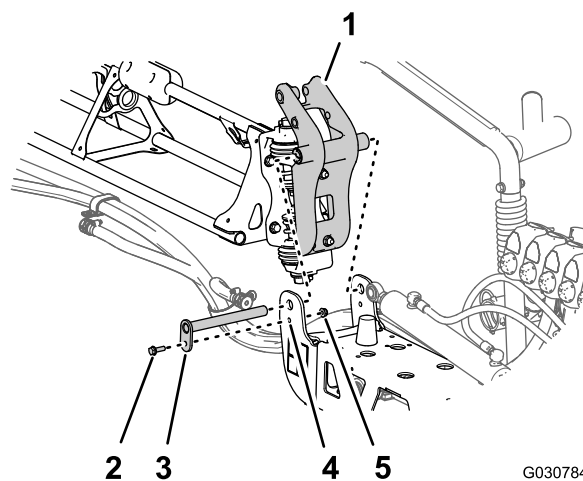

Figura 135
- Allineate le boccole nel raccordo orientabile con i fori nelle flange della staffa orientabile all'estremità della sezione centrale della barra (Figura 135).